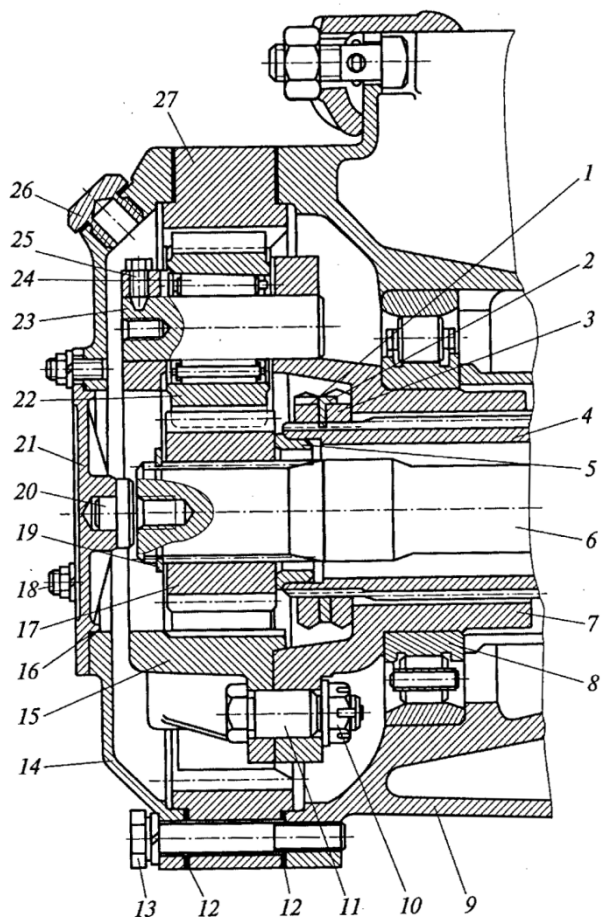

Рис. 5. Колесная передача
- 1) гайкой (23)
- 2) клапаном (3)
- 3) шайбами (27)
- 4) сальником (11)
20. ПОРЯДОК ПРОХОЖДЕНИЯ КРУТЯЩЕГО МОМЕНТА В КОЛЕСНОЙ ПЕРЕДАЧЕ НА РИС. 5